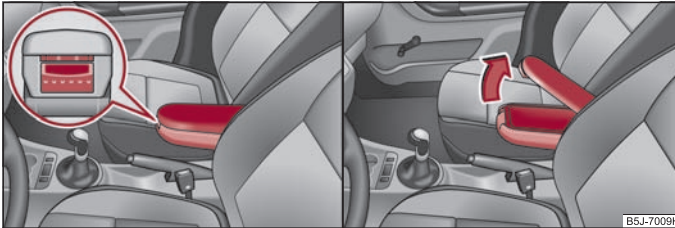

Fig. 83 Cotiera: Compartimentul de depozitare / Deschiderea compartimentului de depozitare
- Apăsați tasta inferioară de la partea frontală a cotierei ⇒ fig. 83 stânga. Rabatați cotiera în față și eliberați tasta.
- Apăsați tasta de sus și rabatați capacul compartimentului de depozitare în sus ⇒ fig. 83 dreapta.